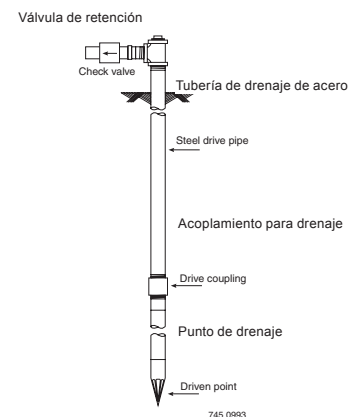

FIGURA 2 - INSTALACIÓN DE PUNTO DE DRENAJE
1. Conecte la tubería de succión al punto de drenaje (Figura 2). Mantenga el tramo de tubería horizontal lo más corto posible. Use cinta selladora de roscas de tubería de PTFE en las roscas de tubo macho. Puede que se necesiten varias lanzas para suministrar suficiente agua a la bomba.
2. Para ayudar al cebado en las instalaciones de lanzas, instale una válvula de retención como se muestra en la Figura 2. Asegúrese de que la flecha de flujo de la válvula de retención apunte hacia la bomba.